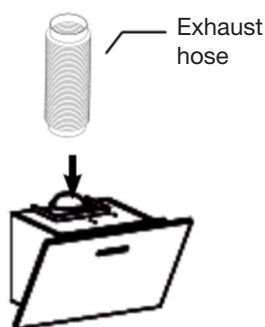

Fig.3
3. Fäst det yttre skorstensfästet på den yttre skorstenen/ventilationskanalen med 2 skruvar (ST4×8mm), och se till att den inre kanalen kan ställas in fritt i höjdlöd och att det utdragbara röret är fixerat. Montera sedan det utdragbara röret samt skorstenen på fläkten. (Se bild 3).
5. Använd skruvar (ST4×40mm försänkta med krysspår) för att fästa det externa skorstensfästet på väggen. (Se bild 3).